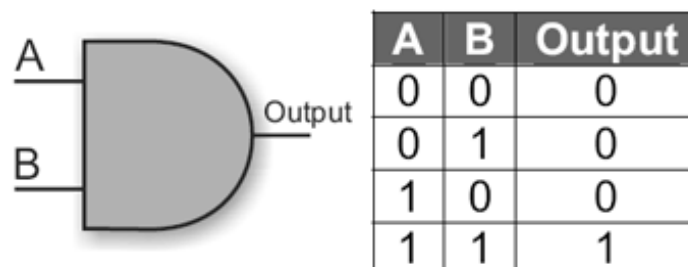

Figura 1 – Porta lógica E e sua tabela da verdade.
A porta lógica “E” tem duas ou mais entradas digitais e uma saída digital. Suponha que a porta usada neste exemplo tem apenas duas entradas. A lógica um (1) irá aparecer em sua saída apenas se as duas entradas (A e B) são acionadas com nível lógico alto (1). A tabela apresentada na figura 1, chamada de tabela da verdade, mostra a dependência mútua entre as entradas e a saída.